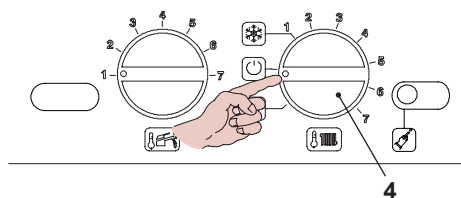

Fig. 7.25
- Per uscire dalla programmazione posizionare il selettore di funzione / manopola regolazione temperatura 4 come indicato in Fig. 7.25.